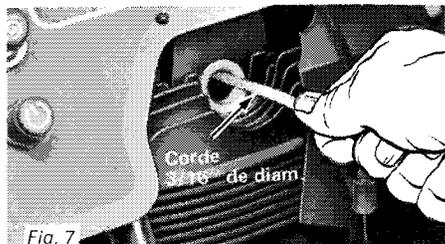

Fig. 7
- Bloquez le vilebrequin en insérant une corde de $\frac{3}{8}$ " de diamètre dans l'orifice de la bougie. (Voir Fig. 7).